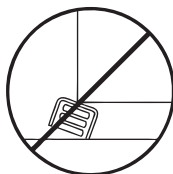

Figure 2
5. S'assurer que la charge est correctement placée sur chaque patin, Figures 2 et 4.